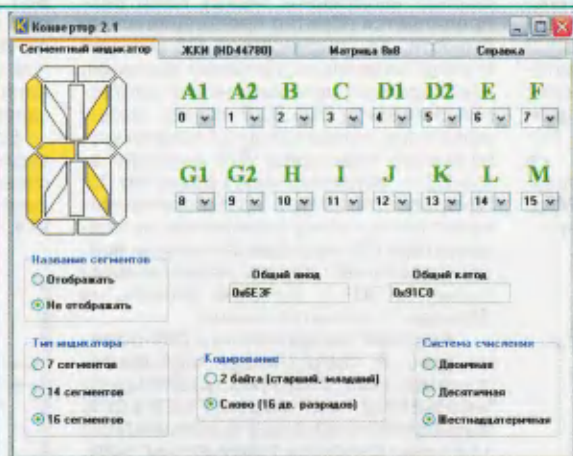

Рис. 1
**"Сегментный индикатор"** (рис. 1) — здесь рассчитывают коды, которые необходимо подавать на аноды или катоды элементов (сегментов) многоэлементного светодиодного индикатора, чтобы получить на нём изображение заданного символа. Число элементов, из которых образуются изображения символов, бывает разным. Поэтому, прежде всего, необходимо выбрать их число (7, 14 или 16). Десятичная точка в счёт не входит, однако для 7- и 14-элементных индикаторов можно задать и её состояние.